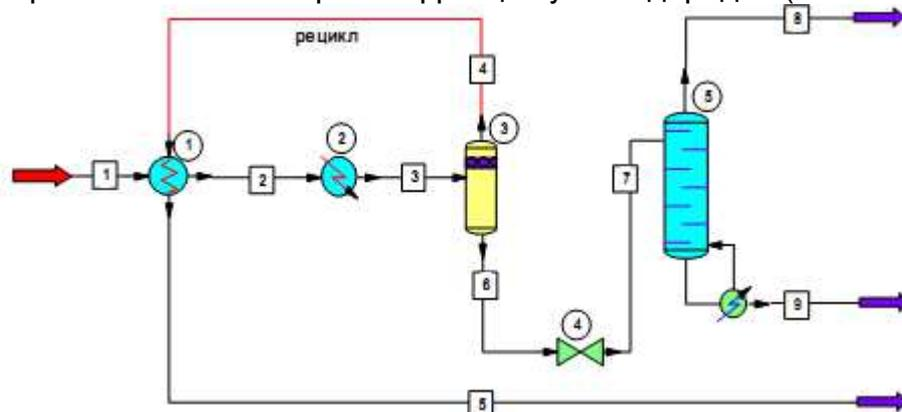

Рис. 2.3. Технологическая схема установки стабилизации газового конденсата
На рис. 2.3 изображена технологическая схема процесса стабилизации газового конденсата.
1. Выполнить построение технологической схемы в соответствии с рис. 2.3.
При размещении пиктограммы Control Valve (Регулировочного клапана)  выполнить ее модификацию в соответствии с представлением на технологической схеме (рис. 2.3)
1. Выполнить соединение аппаратов технологической схемы потоками в соответствии с рис. 2.3.
Для этого перейти в режим Mode: FlowSheet, в Main Palette (Основной палитре) выбрать символ Stream (Поток) и подвести курсор к источнику питания (пиктограмма Feed). При отображении выхода в виде красной точки, щелкнуть левой кнопкой мыши, нарисовать поток, подведя мышью, согласно рис. 2.3, к теплообменнику 1 (пиктограмма Heat Exchanger). Когда отобразится вход теплообменника как синяя точка, щелчком мыши подсоединить поток. Программа изобразит поток, идущий прямо в эту точку, и присвоит ему ID номер. Так как программа присваивает ID номера последовательно, то номер этого потока будет 1. Для изображения второго потока надо курсор подвести к выходу теплообменника 1 и создать поток, идущий к левому входу в теплообменник 2 (пиктограмма Heat Exchanger). Изобразить на схеме все остальные потоки.
2. Для ввода надписи «рецикл» к потоку 4, согласно рис. 2.3, использовать элемент Text (Текст) Main Palette (Основной палитры). После чего, установив курсор в нужном месте, ввести текст.